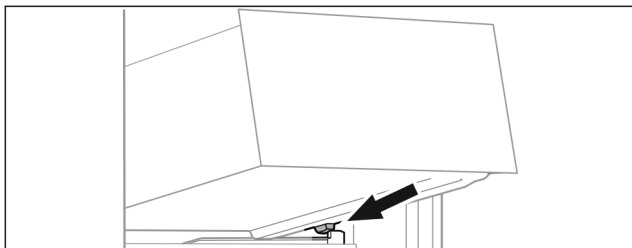

Fig. 135
- Helyezze a fiókot ferdén az ütközők mögé, a tartóbordára. (lásd Fig. 135)